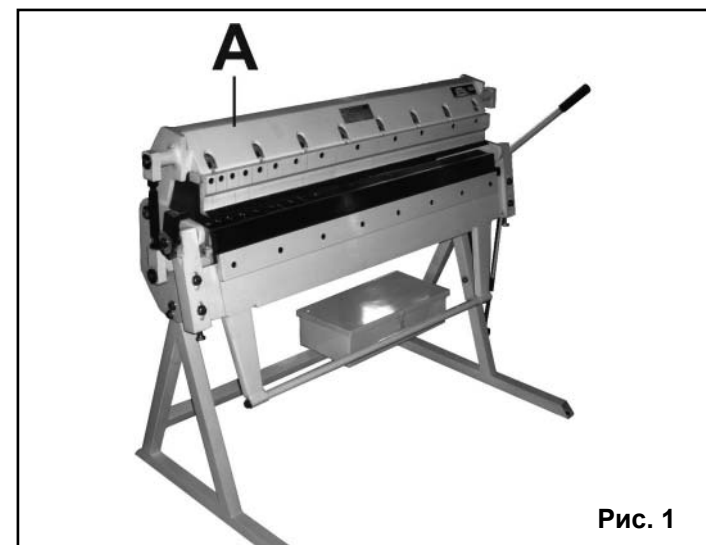

Рис. 1
9. ПОРЯДОК РАБОТЫ (Рис.1)
3. КОМПЛЕКТНОСТЬ (Рис.1)